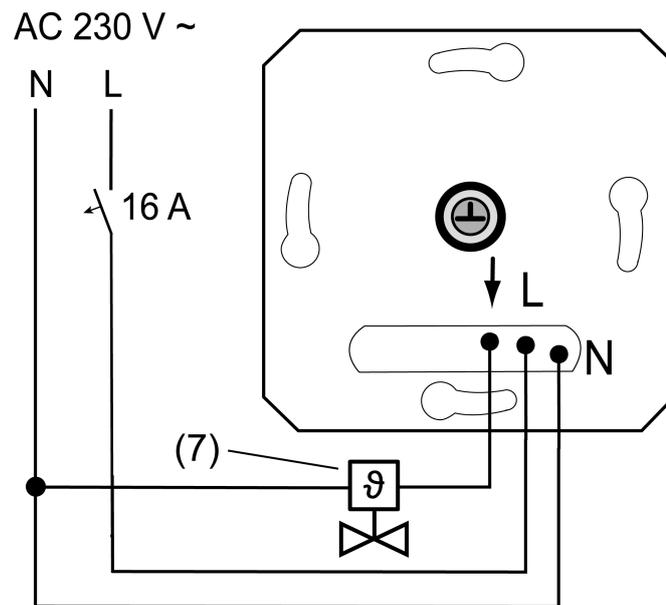
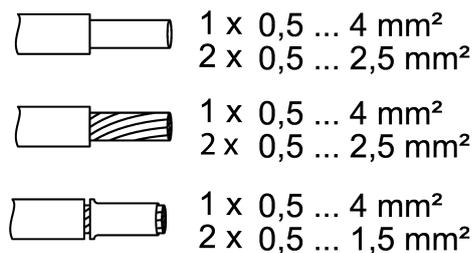

Figure 2: Exemple de raccordement du mécanisme
Figure 3: Section de conducteur serrable
- Raccorder le servomoteur électrothermique (7) au mécanisme (1) conformément au schéma de raccordement (voir figure 2). Respecter la section de conducteur (voir figure 3).
- Monter le cadre de recouvrement (2), la plaque centrale (3) et le bouton de commande (4).